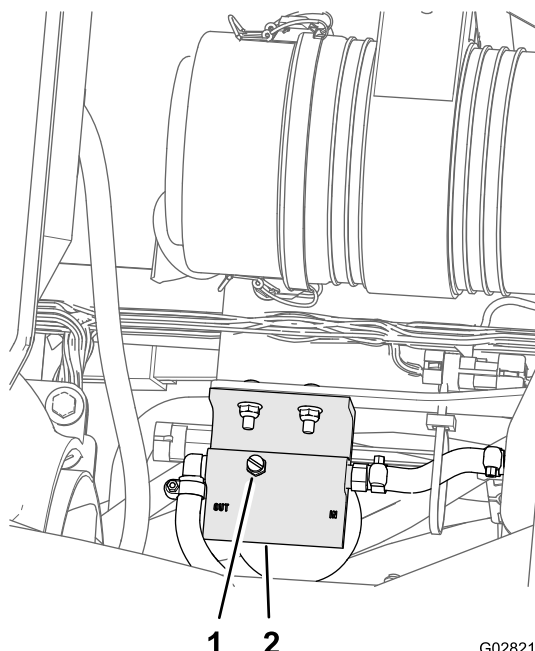

Рисунок 75
5. Ослабьте вентиляционную пробку в верхней части водоотделителя топливной системы (Рисунок 75).
- Затяните вентиляционную пробку и поверните замок зажигания в положение Выкл. (Рисунок 75).